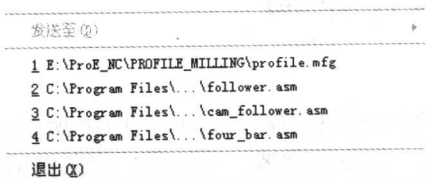

图 1-2 最近打开过的文件
**技巧:** 启动 Pro/E 后, 选择“文件”命令, 在文件主菜单的下面, 列出了最近使用过的 Pro/E 文件, 从中可以快速选择所需打开的文件, 如图 1-2 所示。